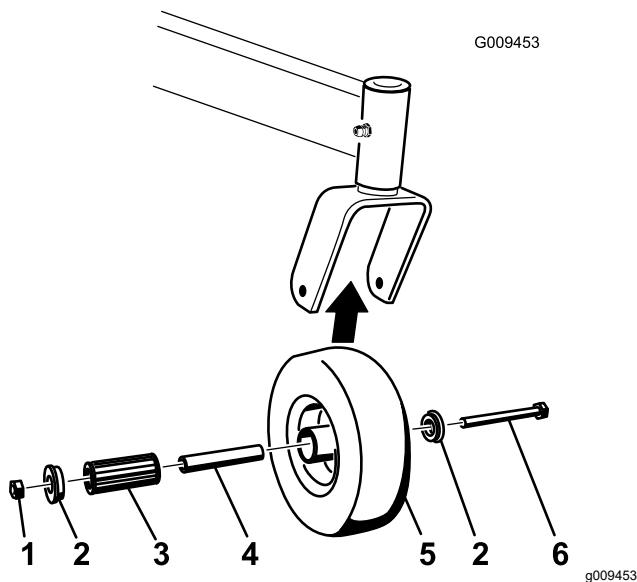

Figura 56
1. Retire la contratuerca y el perno que sujetan la rueda giratoria a la horquilla (Figura 56).
- Retire un solo casquillo y tire del casquillo intermedio y del cojinete de rodillos para sacarlos del cubo de la rueda (Figura 56).
- Retire el otro casquillo del cubo de la rueda y limpie la grasa y la suciedad del cubo de la rueda (Figura 56).
**Nota:** Repare o cambie cualquier pieza dañada o desgastada (Figura 56).
- Coloque un casquillo en el cubo de la rueda (Figura 56).
- Engrase el cojinete de rodillos y el casquillo intermedio y deslícelos en el cubo de la rueda (Figura 56).
- Coloque el segundo casquillo en el cubo de la rueda (Figura 56).
- Instale la rueda giratoria en la horquilla y fíjela con el perno y la contratuerca (Figura 56).
- Apriete la contratuerca hasta que el casquillo intermedio se apoye contra el interior de las horquillas de las ruedas giratorias (Figura 56).